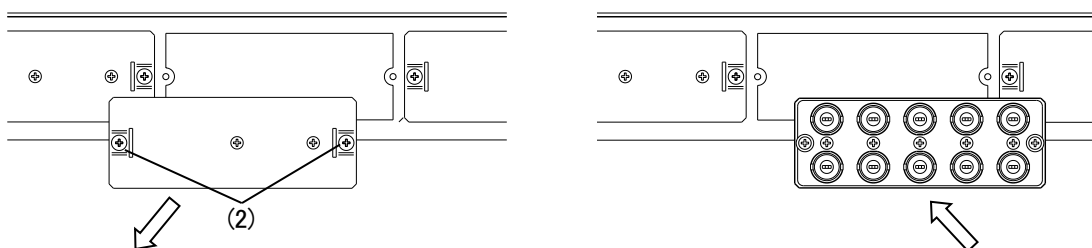

図 4-2 コネクタモジュールの取り付け
- (2)電源ユニットの電源スイッチを OFF にします。安全のため AC ケーブルを抜きます。
- (3)コネクタモジュールを取り付けます。
コネクタモジュールを取り付けるスロットの図 4-2 (2)のネジを外し、ブランクカバーを取り外します。